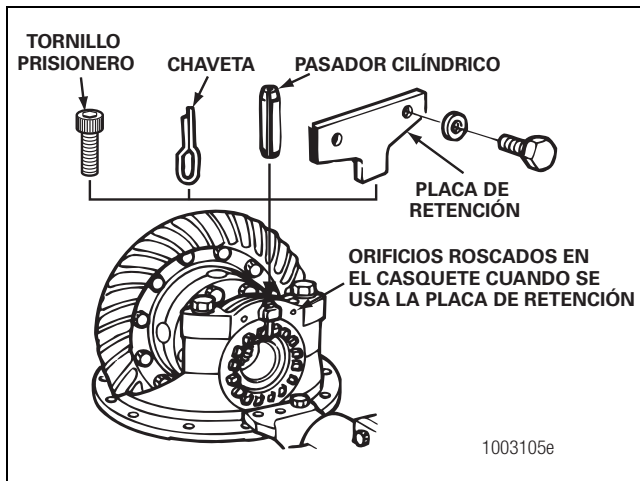

Figura 5.59
- Instale los tornillos prisioneros entre las orejetas del anillo de ajuste y a través del resalto del casquete del cojinete. Los tornillos prisioneros nuevos incluyen un parche adhesivo que sólo puede usarse una vez. Si va a instalar tornillos prisioneros usados, aplicar adhesivo de roscas Loctite® a los hilos antes de instalar los tornillos prisioneros. Figura 5.59.
- Instale las chavetas entre las orejetas del anillo de ajuste y a través del resalto del casquete del cojinete. Doble los extremos de la chaveta alrededor del resalto. Figura 5.59.
- C. Use un punzón y un martillo para instalar el pasador cilíndrico a través del resalto en el casquete del cojinete hasta que el pasador esté entre las orejetas del anillo de ajuste. Figura 5.59.
- D. Instale la placa de retención en el casquete del cojinete de manera que la pestaña esté entre las orejetas del anillo de ajuste. Instale los dos tornillos prisioneros y arandelas que sujetan la placa de retención al casquete del cojinete. Apriete los tornillos prisioneros al valor de torsión correcto. Consulte la Sección 8. Figura 5.59.